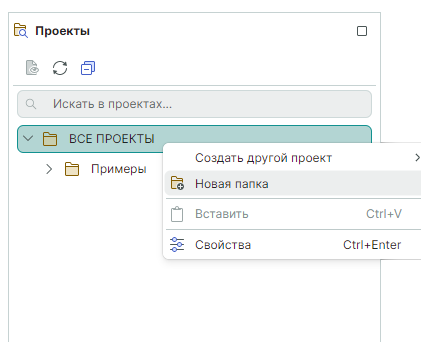

Рис. 28 Создание новой папки
1. Вызовите контекстное меню для узла «Все проекты» и выберите пункт «Новая папка», см. Рис. 28.